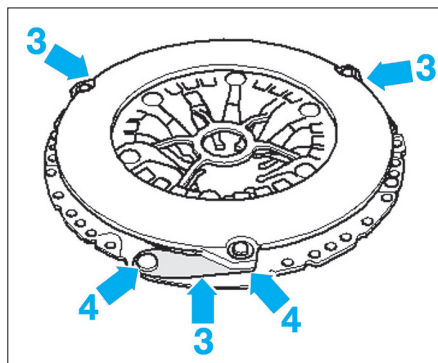

Fig. 3
- Contrôler l'état des ressorts (3) et la fixation des rivets d'assemblage (4) (Fig.3).